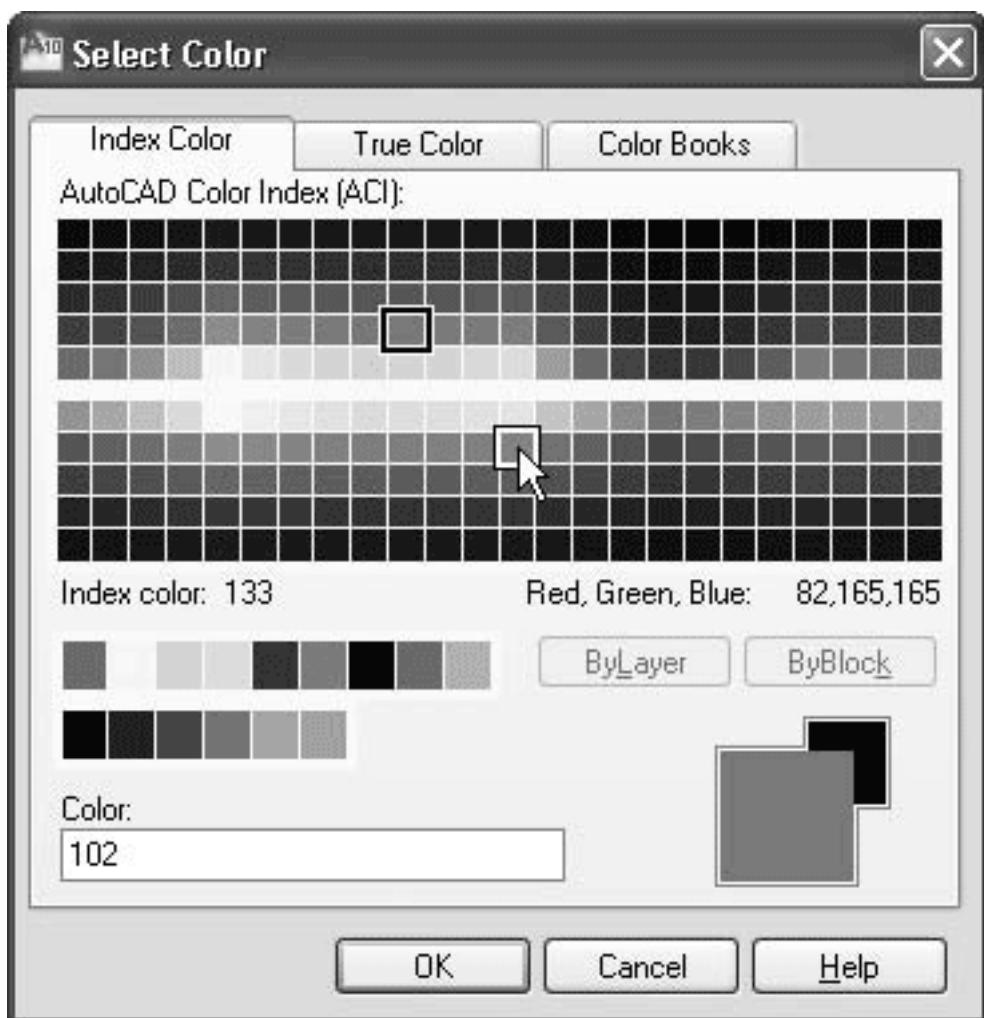

Рис. 2.28. Диалоговое окно **Select Color** (Выбор цвета)
- Чтобы изменить цвет слоя, щелкните кнопкой мыши на цветном квадратике в столбце **Color** (Цвет). На экране появится диалоговое окно **Select Color** (Выбор цвета) (рис. 2.28).